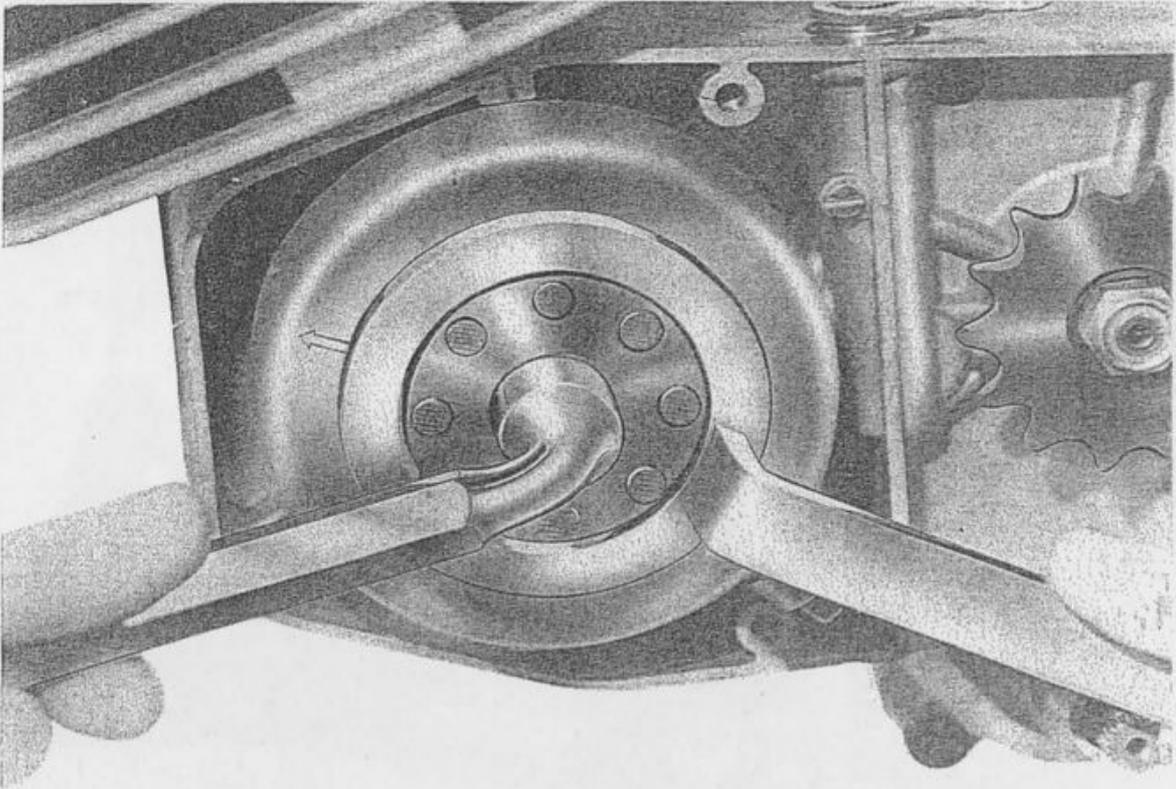

Fig. 6 - Sbloccaggio dado fissaggio volano magnete
- Usando lo speciale attrezzo «chiave di fermo volano» (fig. 6), svitare il dado di bloccaggio volano con una chiave da 15 mm.